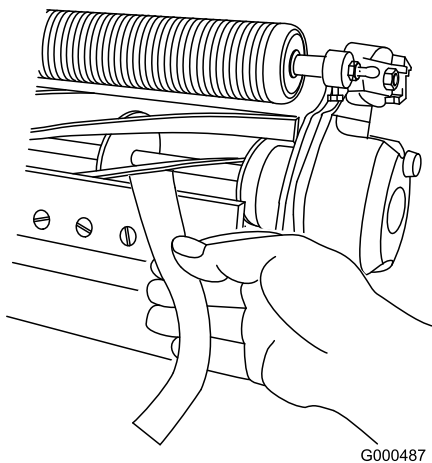

Figura 10
3. A una estremità del cilindro, inserite una lunga striscia di carta da giornale tra il cilindro e la controlama (Figura 10). Mentre ruotate leggermente in avanti il cilindro, ruotate la vite di regolazione della barra di appoggio in senso orario (sullo stesso lato del cilindro, uno scatto per volta) finché la carta non viene leggermente compressa, se inserita dalla parte anteriore, parallelamente alla controlama. Avvertirete una leggera resistenza mentre la carta viene tirata.
5. Una volta terminata la regolazione, verificate che il cilindro comprime la carta, quando viene inserita dalla parte anteriore, e che tagli la carta, quando viene inserita ad angolo retto rispetto alla controlama (Figura 10). Deve essere possibile tagliare la carta con un contatto minimo tra la controlama e le lame del cilindro. Qualora il cilindro opponga eccessiva resistenza, è necessario lappare o levigare di nuovo l'apparato di taglio per ottenere l'affilatura che consente di eseguire un taglio preciso (vedere il Manuale per l'affilatura dei cilindri Toro).